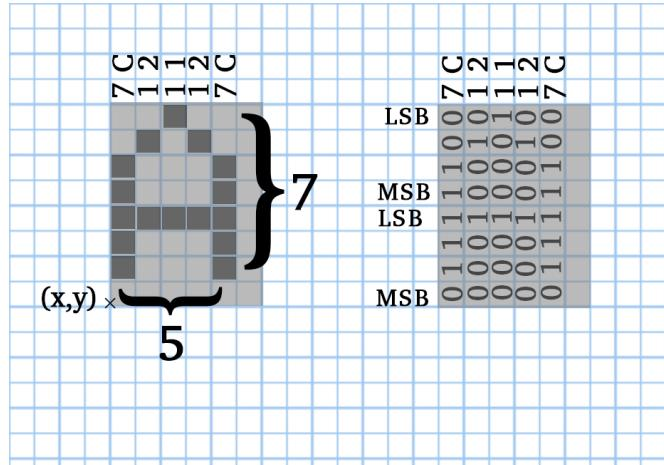

Abbildung 4: Schematische Darstellung des Zeichens 'A' in einer ASCII-5*7-Schrifart
im Extended-ASCII 5*7-Format zur Verfügung. Du findest diese in der Datei `glcdfont.h` (Gruppe lib). Die Bibliothek besteht aus einem Array mit 255 Buchstaben, die jeweils als 5 Bytes abgespeichert sind (siehe Abbildung 4). Das 5*7-Format eignet sich für den 480 * 320 großen Bildschirm, da die Darstellung dieser Schrifart mit einer Fläche von 35 Pixeln je Buchstaben immer noch gut lesbar ist. Wenn man von einem Pixel Abstand zwischen den Buchstaben ausgeht, passen auf das Display bis zu 3200 Zeichen.
- Als nächster Schritt soll auf die richtige Stelle des Arrays `font` zugegriffen werden und die gesetzten Bits der Hexadezimalwerte als farbiges Pixel interpretiert werden. Abbildung 4 zeigt den Aufbau der Daten im Array `font` am Beispiel des Buchstabens 'A'. Ein beliebiger Buchstabe `c` ist in `font` an der Position `c * 5` gespeichert. Für diesen Buchstaben werden 5 Byte/40 Bits durchteriert. Für jedes gesetzte Bit wird an der entsprechenden Stelle ein Pixel (für `size == 1`) oder Rechteck (für `size > 1`) auf dem Display ausgegeben.